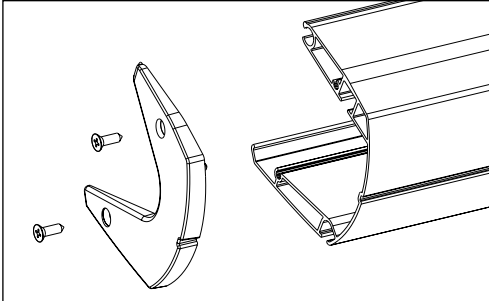

Abb. 4 : Hohe Fallstange TC130
3.8. Die Abdeckkappen der Fallstange (Siehe Abb. 4)